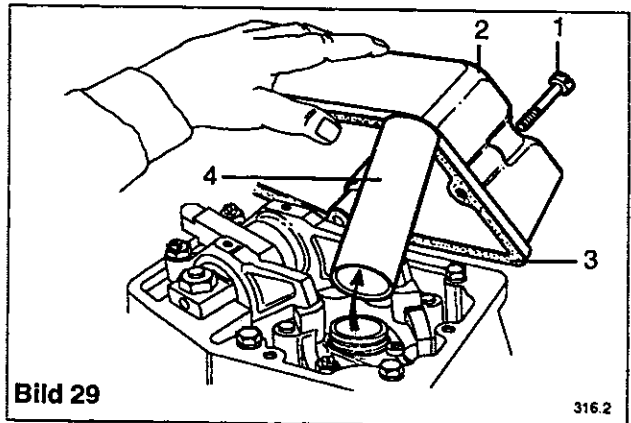

Bild 29
Die 4 Schrauben (1) vom Ventildeckel (2) entfernen, Deckel abheben und die alte Flachdichtung (3) abziehen und beseitigen. Zündkabelschutzrohr (4) von der Zündkerzenbuchse abnehmen (siehe Bild 29).